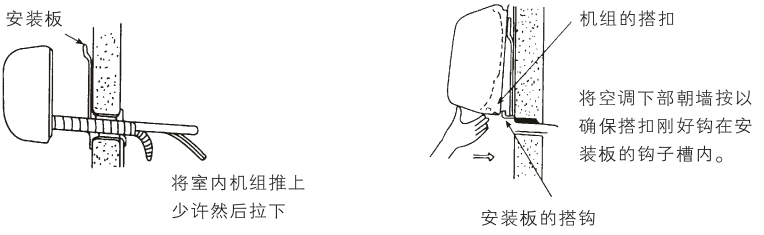

图 17
- (2) 如图17所示将室内机组钩上安装板。
- (3) 把室内机组的搭扣钩在安装板上。